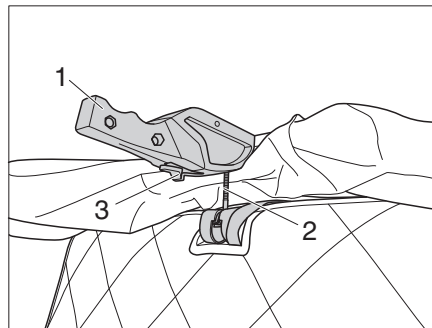

Figura 5 Desactivar los bloqueos
- Pulsar la palanca de seguridad (Figura 5,3) hacia adelante y simultáneamente tirar del dispositivo de bloqueo (Figura 5,1) a la izquierda y a la derecha hacia abajo.
- Retirar el perno (Figura 5,2) del receptáculo de bloqueo.